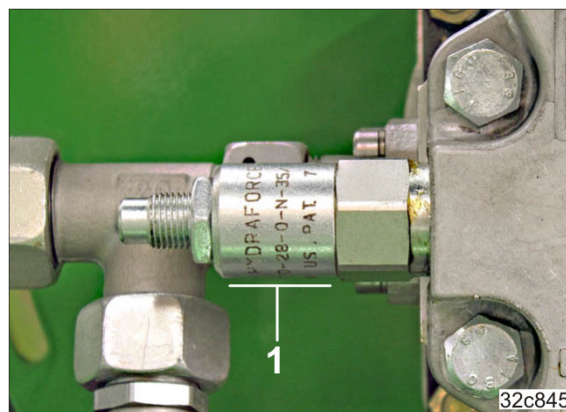

Fig. 169
- 2.1 Supapă de limitare a presiunii cu contur exterior rotund (Fig. 169/1)